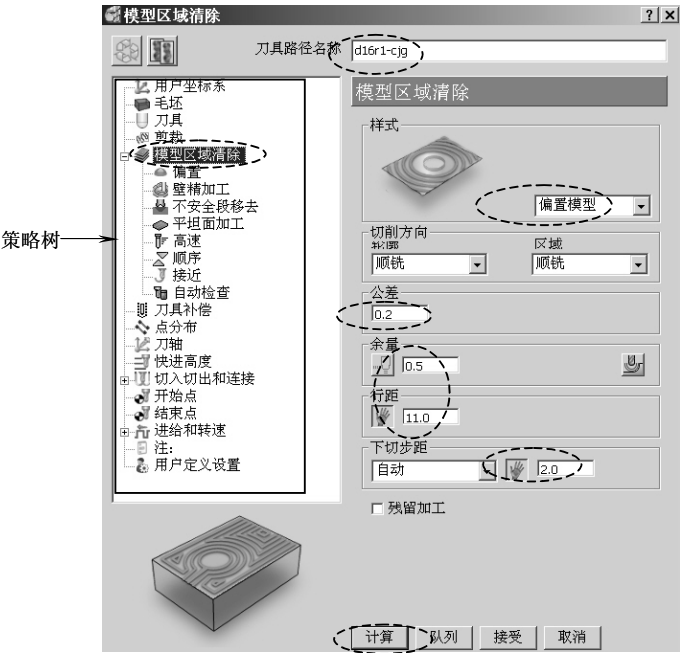

图 1-22 粗加工刀具路径参数设置
1) 在 PowerMILL 综合工具栏中，单击刀具路径策略按钮, 打开“策略选取器”对话框。选择“三维区域清除”选项卡，在该选项卡内选择“模型区域清除”选项，然后单击“接受”按钮，打开“模型区域清除”表格，按图 1-22 所示设置粗加工刀具路径参数。